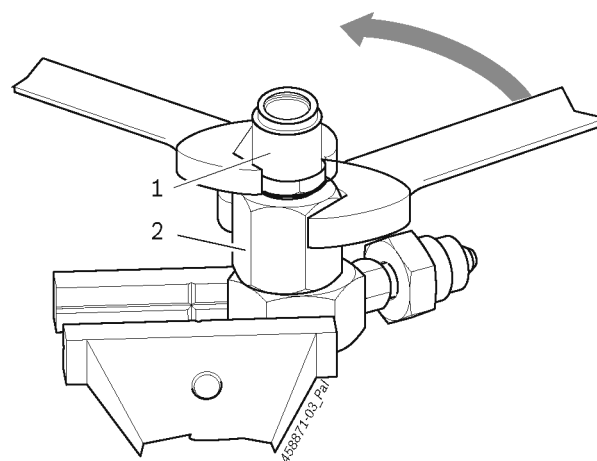

Рис. 11. Откручивание и снятие накидной гайки
2. Придержите гайку переходника с помощью гаечного ключа (рис. 11, поз. 1).
3. Гаечным ключом отверните накидную гайку (рис. 11, поз. 2) против часовой стрелки до конца резьбы.